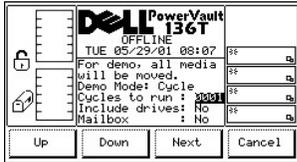

图 107. 维修 > 磁带库 > 自检 > 示范 > 运行次数对话框
- 1 如果按下**下一个**软键下方的按钮，则列表中的下一个字段将变成活动字段，请参考图 107。在到达字段列表的末尾项后，活动字段将恢复为列表的第一个字段，请参考图 106。